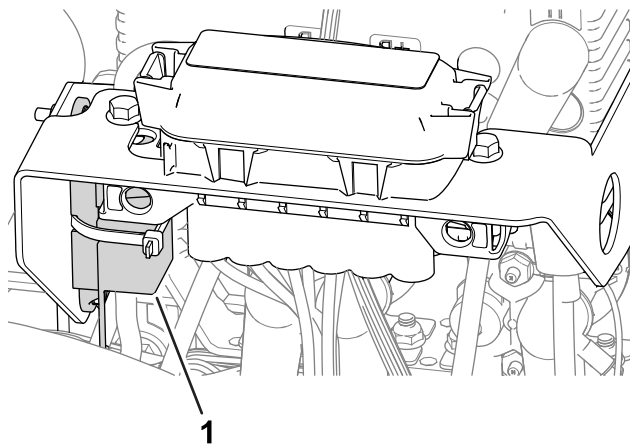

Figura 45
- O fusível do motor da roda esquerda (60 A) encontra-se sob a cobertura no lado esquerdo da máquina, junto dos fusíveis do circuito da transmissão do cilindro (Figura 45).